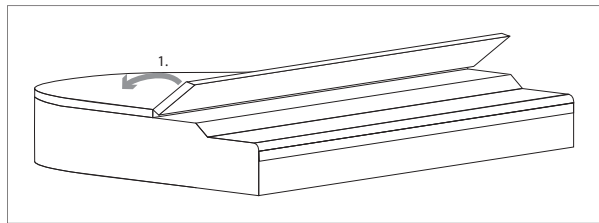

图 3.1: 打开琴盖的前面部分
- 18) 先将琴盖的前面部分抬起并往后翻下来 (见图 3.1)。